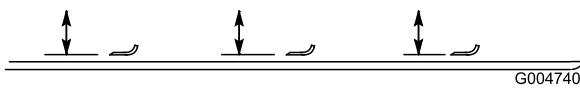

図 98
4. デッキの天井から各ブレードの前端の刃先までの距離を測る図 98。